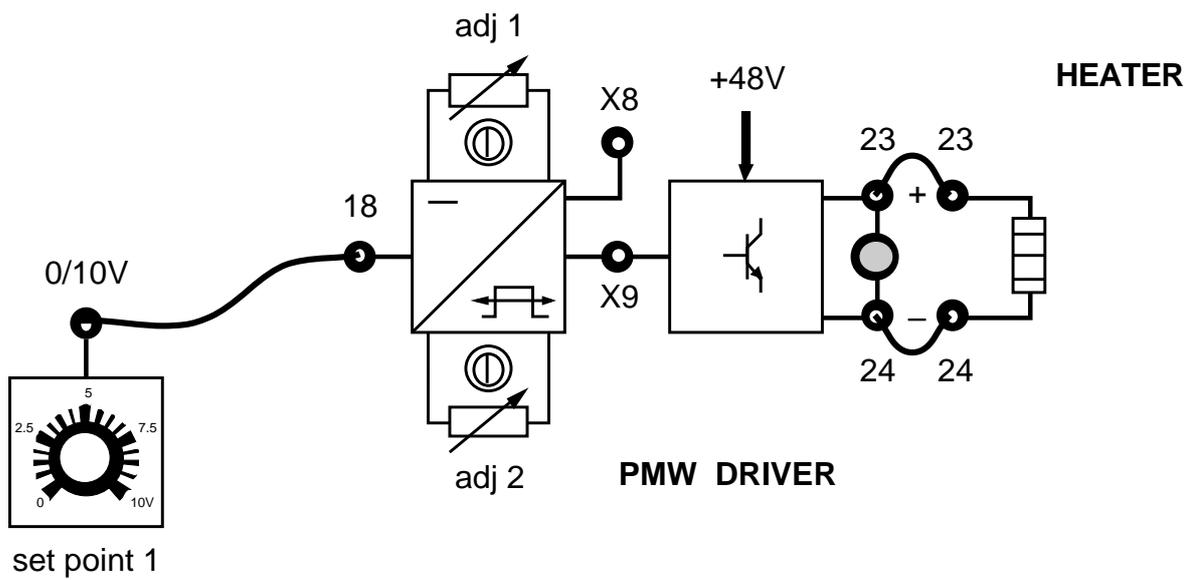

Fig. 19.2
- 2) Conectar, mediante cables, el casquillo 23 del PWM DRIVER al casquillo 23 y el casquillo 24 al casquillo 24 (ficha 19.1 fig 19.2).